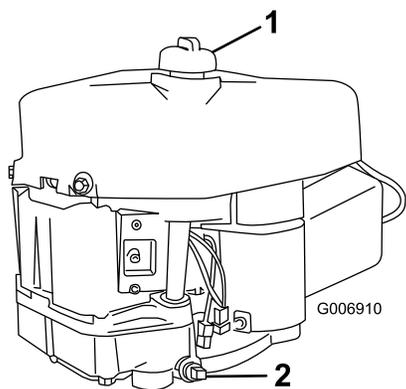

Figura 18
6. Limpie alrededor de la varilla de nivel de aceite (Figura 18) para impedir que caiga suciedad por el orificio de llenado y cause daños en el motor.
7. Coloque un recipiente debajo del tapón de vaciado del aceite y retire éste (Figura 18).
10. Vierta lentamente aproximadamente el 80% de la cantidad especificada de aceite por el orificio de llenado (Figura 18). Compruebe el nivel de aceite; consulte 4 y 5 de Verificación del nivel de aceite.
llenado (Figura 18). Compruebe el nivel de aceite; consulte 7 y 8 de Verificación del nivel de aceite.